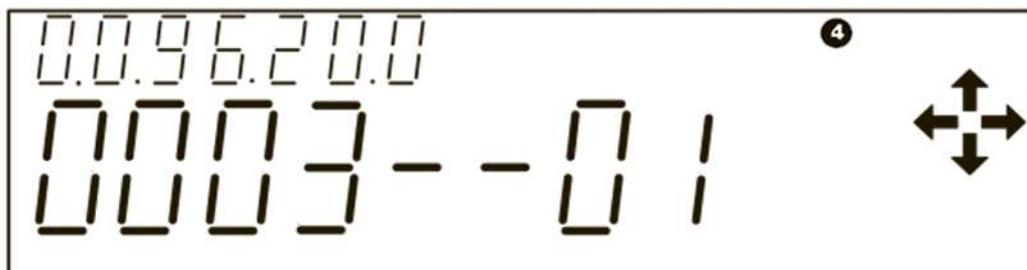

Рис. 14
5.1.2.9 Формат отображения на ЖКИ идентификационного номера модема PLC-I и уровня принятого сигнала по силовой сети должен соответствовать рис. 14. (На приведённом примере 0003 – идентификационный номер модема, 01 – номер подсети, 4 – уровень принимаемого сигнала модема (может быть от 0 до 4)).